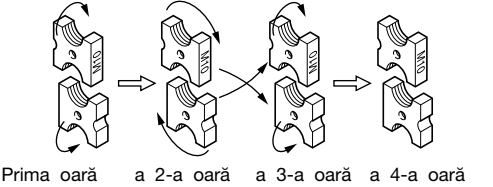

Fig. 19
- ③ Scoateți acumulatorul din aparat.
- (2) Scoaterea
- (3) Înainte de atașare
- ① Elementul tăietor are patru muchii. După cum este prezentat în Fig. 19, prin schimbarea poziției de atașare lama poate fi folosită de patru ori.